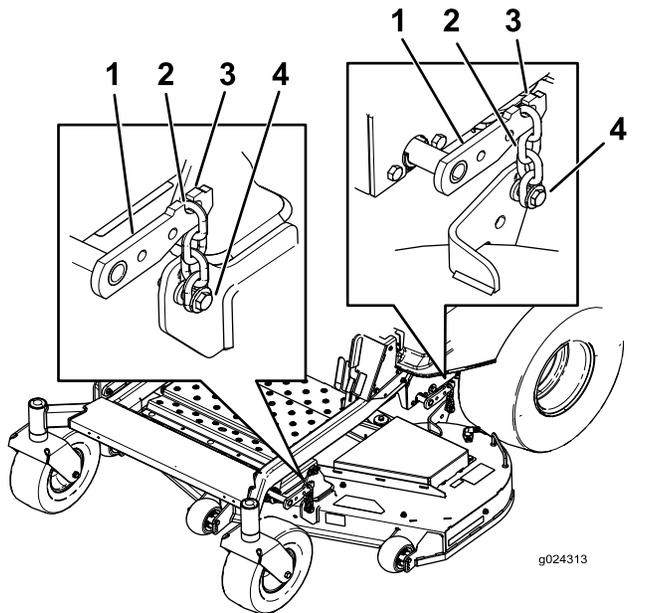

Figura 62
- Afloje los pernos de ajuste en las cuatro esquinas, hasta que la carcasa quede bien asentada sobre los cuatro bloques (Figura 62).
- Asegúrese de que las cuatro cadenas estén tensadas (Figura 62).
- Apriete los cuatro pernos de ajuste (Figura 62).